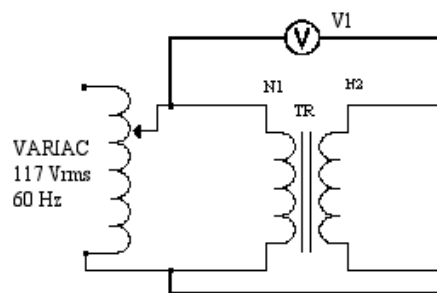

Figura 9.2
12.- Para obtener las marcas de polaridad de los arrollados primario y secundario del transformador, monte el circuito de la figura 9.2.